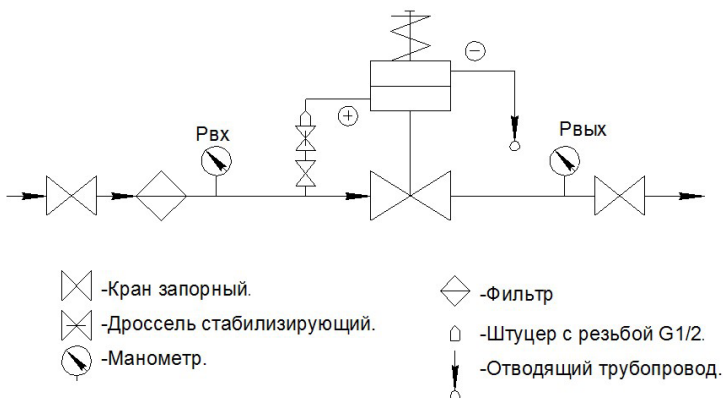

Рисунок 4
- установить штуцер из комплекта регулятора на трубопровод согласно схеме подключения регулятора (рис. 4) в месте, удобном для подсоединения импульсной линии. Штуцер вкручивается в